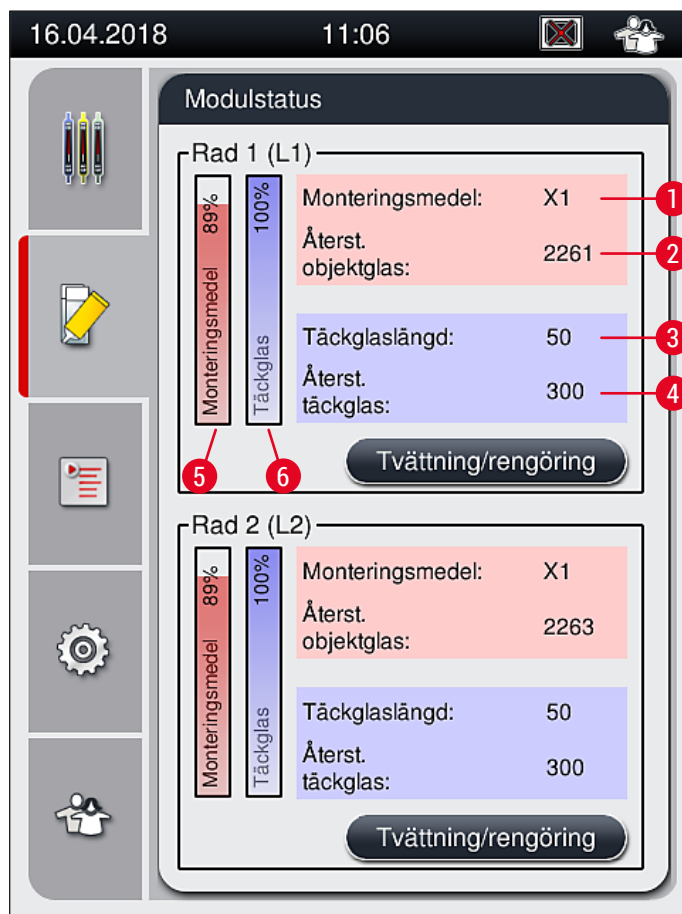

Bild 22
7. De isatta flaskorna med monteringsmedel känns av med hjälp av instrumentets programvara och Modulstatus (→ Bild 22) uppdateras.